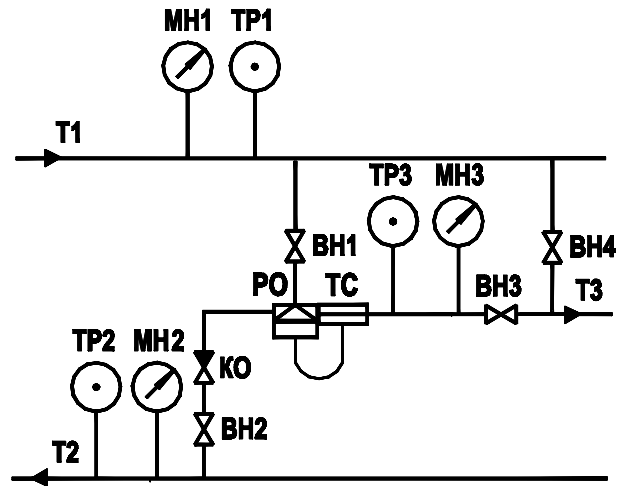

Рисунок 5
5.7.3. Рисунок 5 Установка регулятора в системе открытого водоснабжения. Использован трехходовой регулятор РТВЖ Исп.2. С увеличением температуры ГВС уменьшается подача горячей воды на подмешивание, в результате снижается расход горячей воды, при этом температура ГВС остается постоянной.